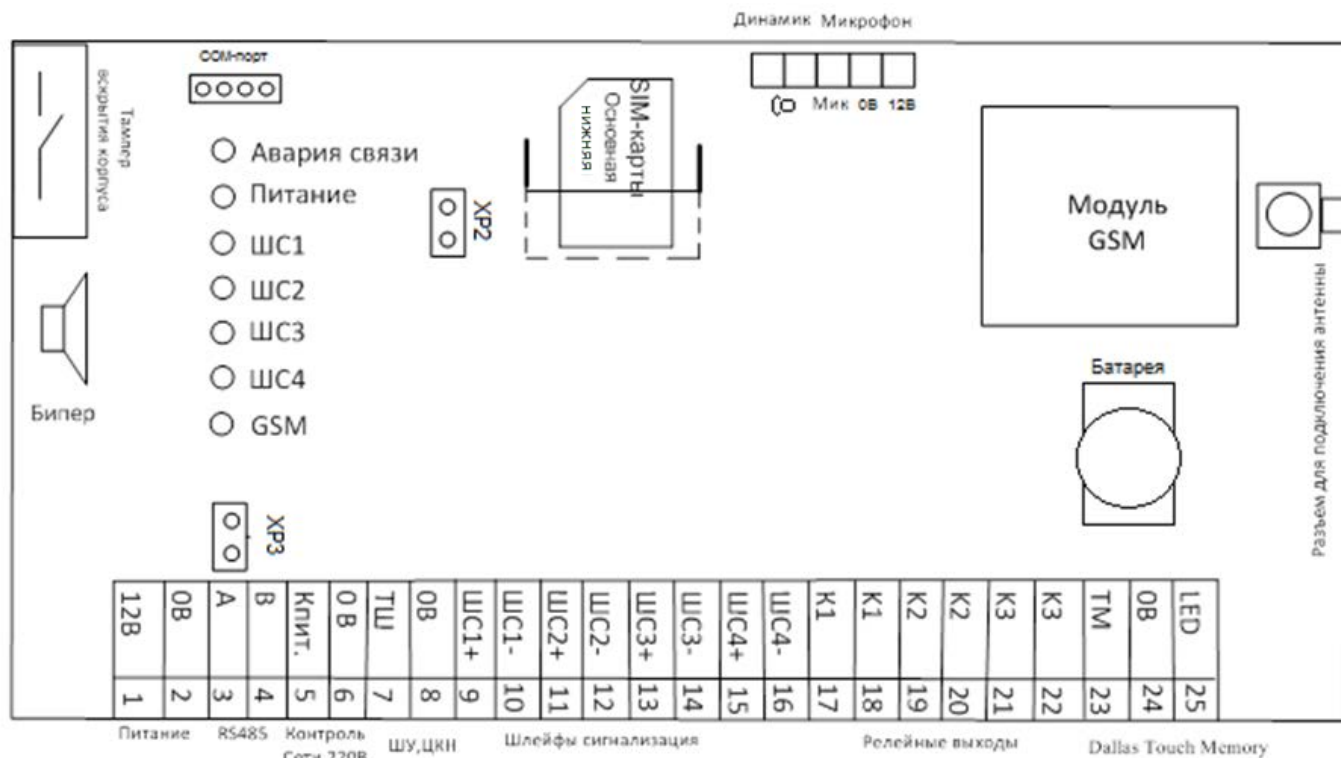

Рисунок 1. Блок схема «УО-4С»
- для использования устройства в режиме «Мастер» следует снять перемычку ХР2 (см. рисунок 1). В остальных случаях должна быть установлена;